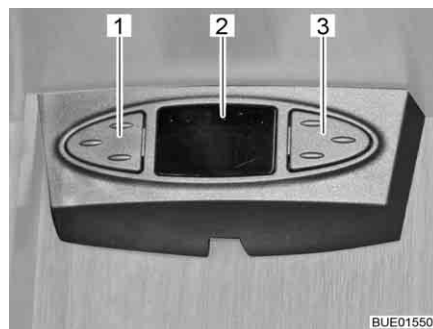

Fig. 56 Mouse satellitare
A seconda del modello l'impianto satellitare è equipaggiato con un mouse satellitare. Il puntatore (Fig. 56,2) del mouse satellitare indica il canale impostato. I due tasti permettono di controllare le funzioni base dell'impianto satellitare (cambio emittente, accensione/spengimento).
- Selezionare l'emittente precedente dall'elenco delle emittenti: Premere il tasto di sinistra (Fig. 56,1).
- Selezionare l'emittente successiva dall'elenco delle emittenti: Premere il tasto di destra (Fig. 56,3).
- Passaggio tra radio e TV: Premere brevemente e contemporaneamente i tasti (Fig. 56,1 e Fig. 56,3).
- Accensione/spengimento del ricevitore: Premere contemporaneamente e tenere premuti i tasti (Fig. 56,1 e Fig. 56,3).